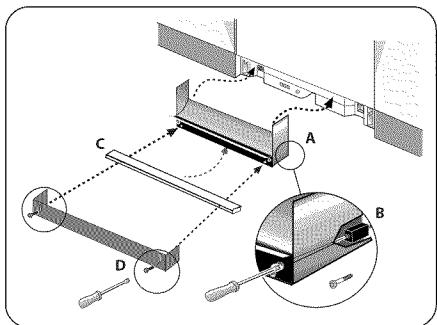

Figure 31/Illus. 31
- 1) Place the Base Part under and up the front bottom panel of the dishwasher, as shown in Figure 31.
- 2) Insert the Base Part screws (Figure 1, letter O) into the Base Part, as shown in Figure 31, letter B. Tighten the Base Part Screws.
- 3) Place the Cotton Insulation Strip (Figure 1, letter C) under the unit, between the bottom of the Base Part and the floor, as shown in Figure 31, letter C.
- 4) Place the toe panel over the Cotton Insulation Strip, and use the toe panel screws (Figure 1, letter N) to secure the toe panel in place, as shown in Figure 31, letter D.
- 1) Placer la pièce base sous et vers le haut du panneau inférieur avant du lave-vaisselle comme à la figure 31.
- 2) Insérer les vis de pièce de base (figure 1, lettre O) dans la pièce débase, figure 31, lettre B. Serrer les vis de pièce de base.
- 3) Placer la bande isolante en coton (figure 1, lettre C) sous l'appareil entre le bas de la pièce de base et le plancher comme à la figure 31, lettre C.
- 4) Placer le panneau inférieur sur la bande isolante en coton et utiliser les vis du panneau (figure 1, lettre N) pour maintenir le panneau en place comme à la figure 31, lettre D.
- 1) Acomode la Pieza Base introduciéndola por debajo y hacia arriba del panel inferior delantero de la lavadora, como muestra la Ilustración 31, letra A.
- 2) Introduzca los tornillos (Ilustración 1, artículo O) en la Pieza Base, tal como indica la letra B en la Ilustración 31. Apriete los tornillos de la Pieza Base.
- 3) Extienda la Tira Aislante de Algodón (Ilustración 1, artículo C) debajo del aparato, entre la cara inferior de la Pieza Base y el piso, tal como indica la letra C en la Ilustración 31.
- 4) Acomode el panel de pie sobre la Tira Aislante de Algodón y utilice los tornillos (Ilustración 1, artículo N) para sujetarlo en su sitio, tal como indica la letra D en la Ilustración 31.